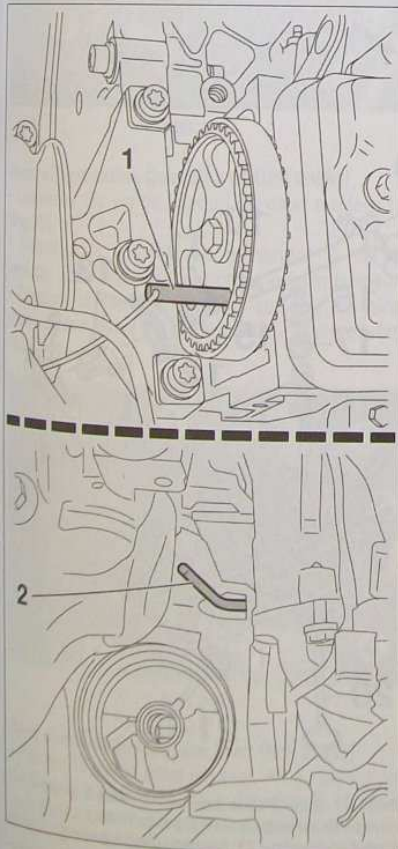
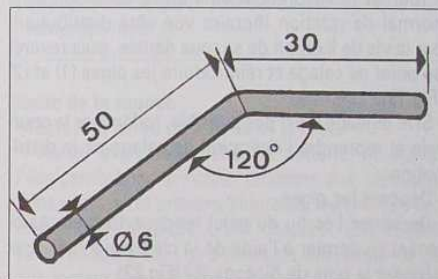

FIG. 19
FIG. 22
- la roue dentée d'arbre à cames, à l'aide d'une pigne appropriée de 10 mm (outil Citroën 4507-T.B) (1) (Fig.19).
- le volant à l'aide d'une pigne appropriée (outil Citroën 4507-T.A, voir cotes de réalisation Fig.22), par l'orifice placé sur le carter-cylindres, au dessus du logement du filtre à huile (2) (Fig.19).
- roue dentée d'arbre à cames pignée à l'aide d'une pigne de 10 mm (1) (Fig.19).
- volant moteur pigné à l'aide d'une pigne appropriée (outil Citroën 4507-T.A, voir cotes de réalisation Fig.22), par l'orifice placé sur le carter-cylindres, au dessus du logement du filtre à huile (2) (Fig.19).
- Déposer les piges de calage (1) et (2) (Fig.19) puis l'étrier, si utilisé.
- Tourner le vilebrequin de 4 tours, dans son sens normal de rotation (horaire vue côté distribution) par la vis de fixation de sa roue dentée, puis revenir au point de calage et réintroduire les piges (1) et (2) (Fig.19).